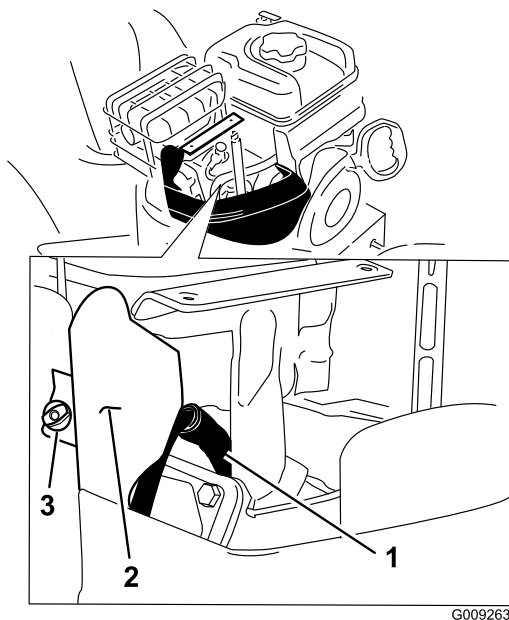

Figure 57
4. Enlevez la vis à oreilles du support et le support (Figure 57).
5. Nettoyez la surface autour de la base de la bougie (Figure 57).